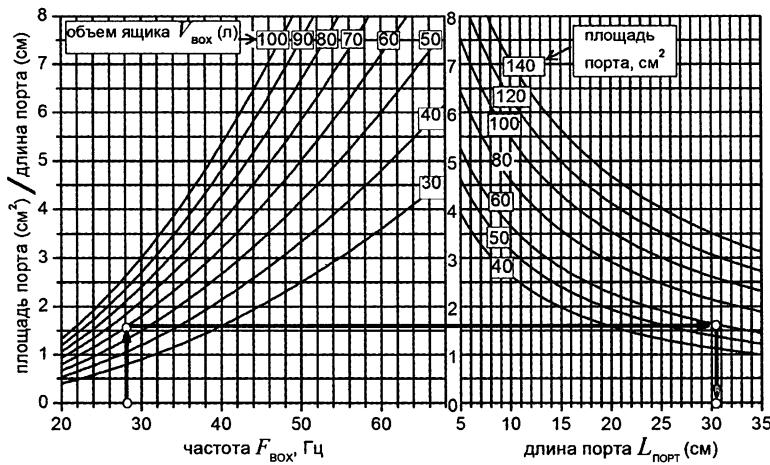

Рис. 3.10. Графики для расчета параметров порта фазоинвертора по заданным объему ящика и частоте настройки ФИ
Обычно параметры порта рассчитывают, пользуясь графиками или номограммами. Такие графики представлены на рис. 3.10. В левой части рисунка построены зависимости отношения  $S_{\text{ПОРТ}}/L_{\text{ПОРТ}}$  по формуле (25) для различных значений объема ящика. В правой части построена связь этого отношения с длиной порта для ряда значений площади порта с учетом поправки на краевой эффект.
Параметры порта фазоинвертора для получения нужной частоты  $F_{BOX}$  рассчитываются с помощью рис. 3.10.